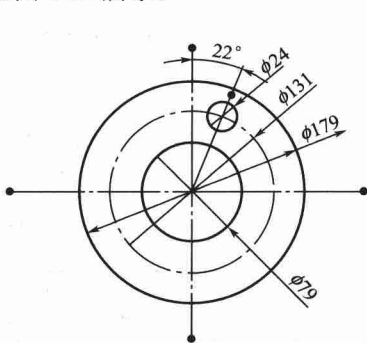

图 1-13 绘制中心线和圆(一)
⑥ 单击“草图”工具栏上的“中心线”按钮绘制一条与竖直中心线成 22° 夹角的中心线，单击“草图”工具栏上的“圆”按钮，以此中心线与步骤⑤绘制的圆的交点为圆心绘制直径为“24”的圆，如图 1-13 所示。